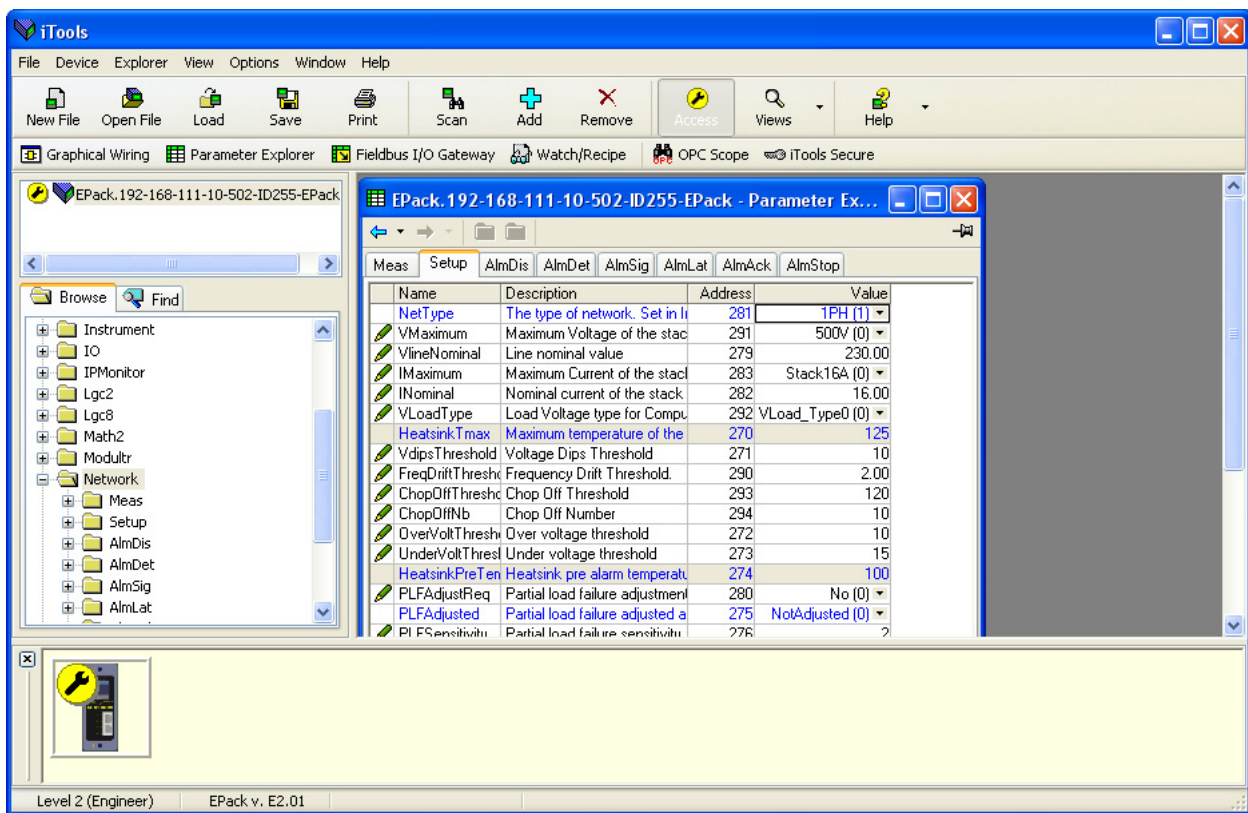

Abbildung 136 Beispiel für eine Parametertabelle
In jedem Fall erscheinen die Funktionsblockparameter im iTools Fenster in Tabellenform, wie im Beispiel in Abbildung 136 dargestellt.
1. Parameter in blau können nicht bearbeitet werden (schreibgeschützt). Im obigen Beispiel sind alle Parameter schreibgeschützt. Schwarz dargestellte Parameter mit „Bleistift“-Symbol in der linken Tabellenspalte („Lese-/Schreibrechte“) können Sie verändern (Lesen/Schreiben). Eine Reihe solcher Einträge ist in Abbildung 136 oben dargestellt.
2. Spalten. Das Standardfenster des Explorers (Abbildung 136) enthält die Spalten „Name“, „Description“ (Beschreibung), „Address“ (Adresse) und „Value“ (Wert). Wie aus Abbildung 139 oben ersichtlich, können die anzuzeigenden Spalten in gewissem Maße ausgewählt werden; dazu dient entweder das Explorer-Menü oder das Kontextmenü. Für das obige Beispiel wurden die „Grenzen“ aktiviert.